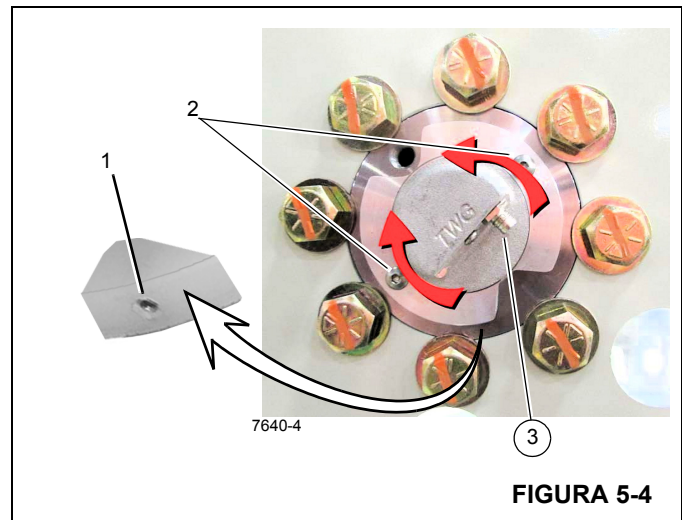

FIGURA 5-4
7. Suelte el tornillo de fijación (1, Figura 5-4) del costado de la brida del DRI.
8. Utilice los agujeros para llave ajustable (2, Figura 5-4) para girar el DRI de modo que el conector (3) quede orientado hacia abajo.
9. Apriete el tornillo de fijación (1, Figura 5-4) después de haber colocado el DRI en la posición deseada.